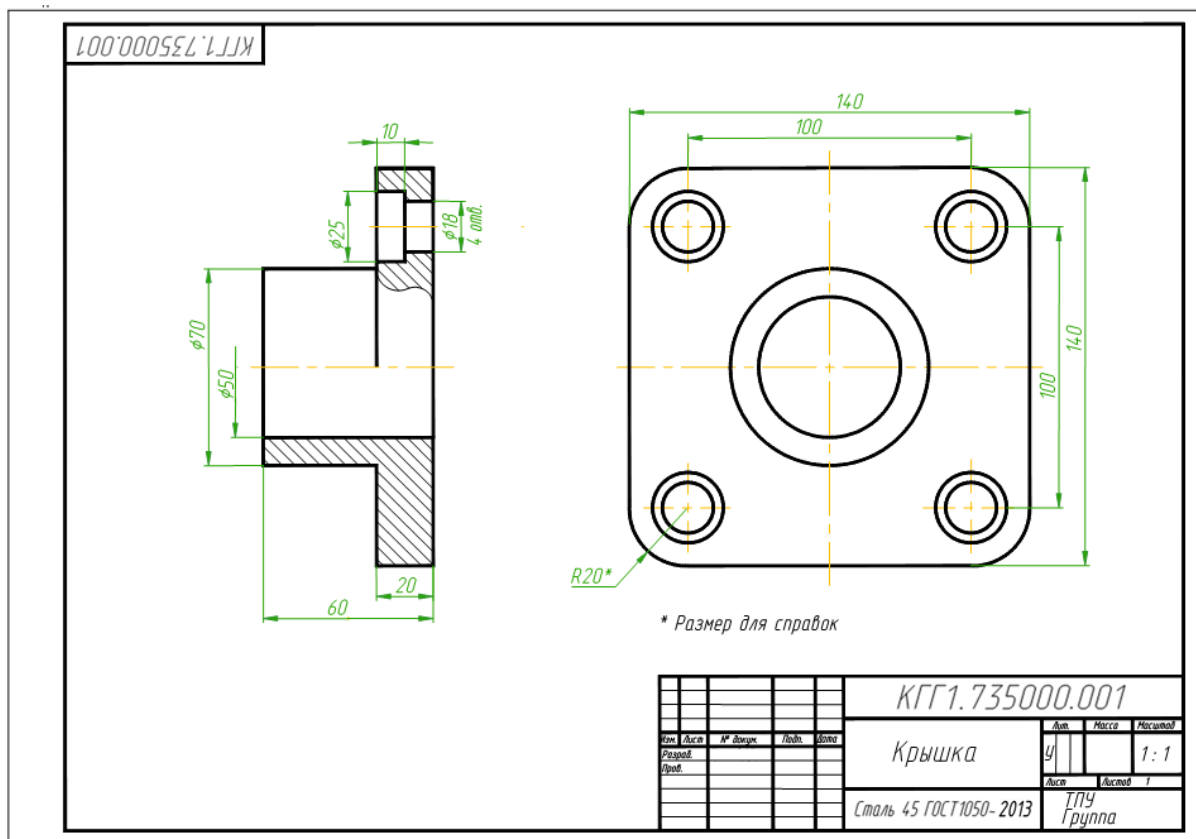

Рис. 1.9. Чертеж детали
Анализируя чертеж детали (рис. 1.9), видно, что он содержит два изображения (главный вид, совмещенный с разрезом, и вид слева), а также местный разрез, размеры изделия, графы основной и дополнительной надписи чертежа.
С помощью команды **Полилиния** и *метода задания «направления-расстояния»* выполните контур главного вида детали (рис. 1.9).
9. Выполните построение контура вида слева – проекцию призматического основания детали (рис. 1.9).